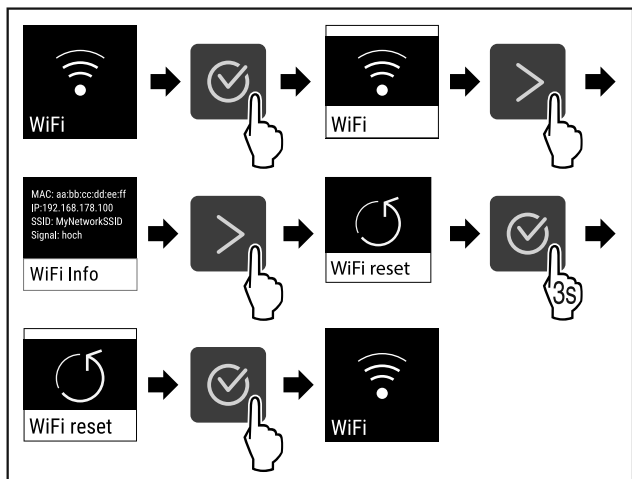

Fig. 78
- Suorita toimenpidevaiheet (katso Fig. 78).